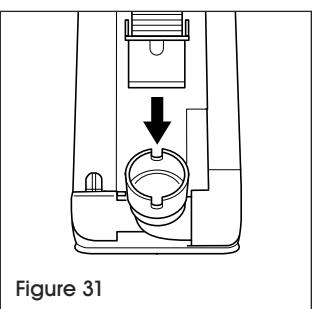

Figure 31
2. Faites basculer le coude vers le bas de 90°. (Voir Figure 31)